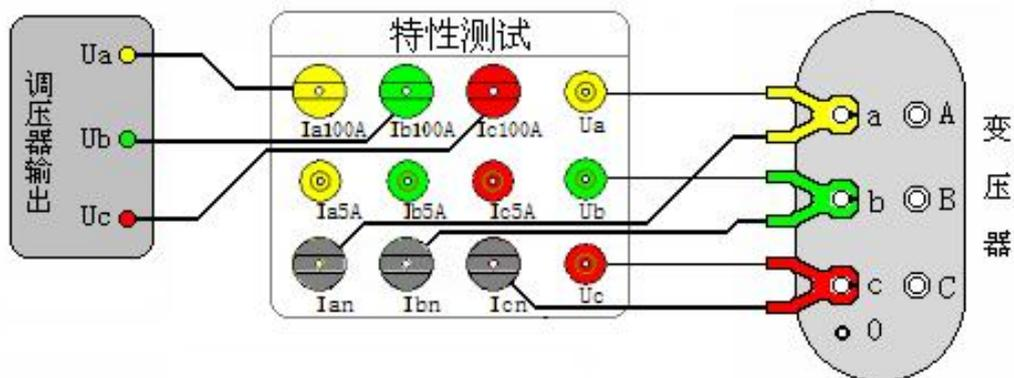

图 25、三相电源测量变压器空载损耗
- (2). 三相电源测量变压器的空载损耗：将变压器的非测试端开路，按图 25 方式接线：